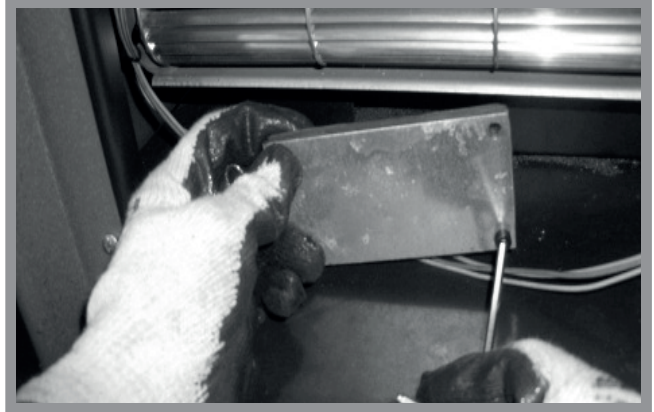

Abb. 13b: Aufschauben der inneren Abdeckplatte
2. Entfernen Sie alle Schrauben (2 bzw. 4x) der Abdeckplatte mit einem Schraubenschlüssel (4 mm) wie in Abbildung 13b dargestellt.